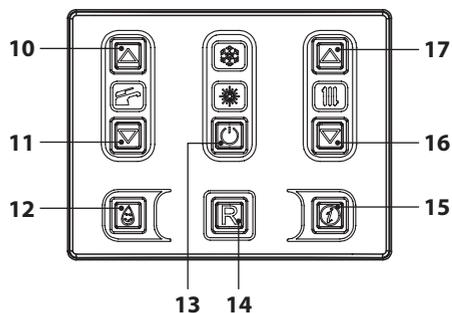
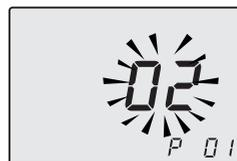

Figura 5.30
Figura 5.31
• Entrare in "modalità programmazione" premendo contemporaneamente per 10 secondi i tasti 13-16-17 (Figura 5.30) fino a far apparire sul display LCD le lettere **P01** e il valore del parametro, indicanti l'entrata nel "parametro 01" (Figura 5.31).
- Premendo il tasto 13 (Figura 5.30) si ottiene la conferma del valore inserito.
Comunque se la temperatura ambiente non dovesse essere confortevole si può aumentare o diminuire la temperatura di mandata dell'impianto riscaldamento di $\pm 15^\circ\text{C}$ agendo sui tasti 16 (diminuzione) e 17 (aumento) (Figura 5.30).